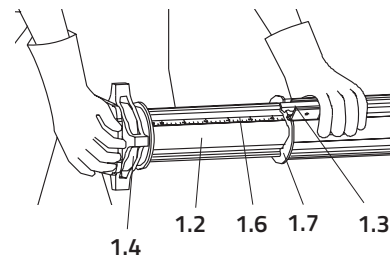

Fig. 18
5. Lås sikringskrogen. **Fig. 18**